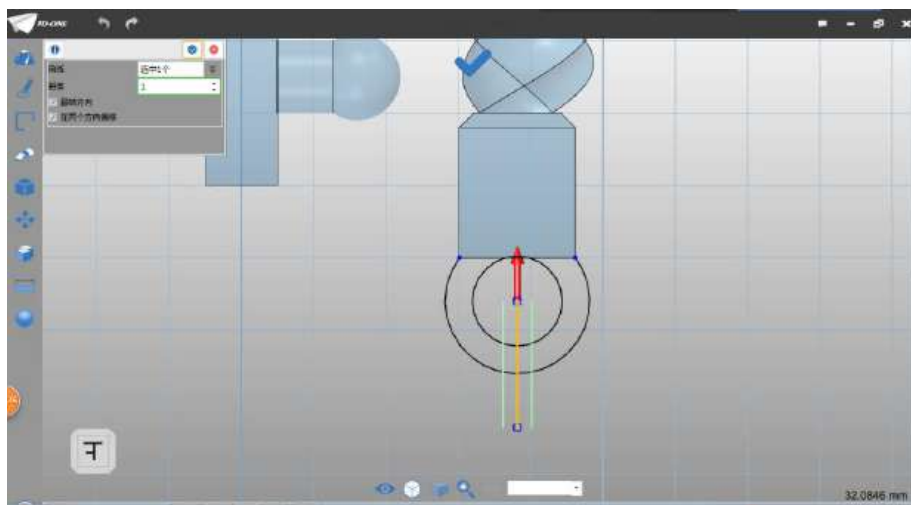

图 3-23
Step 23 选择偏移命令，偏移直线，偏移距离设为 1，在两个方向偏移，如下图 3-23 所示：